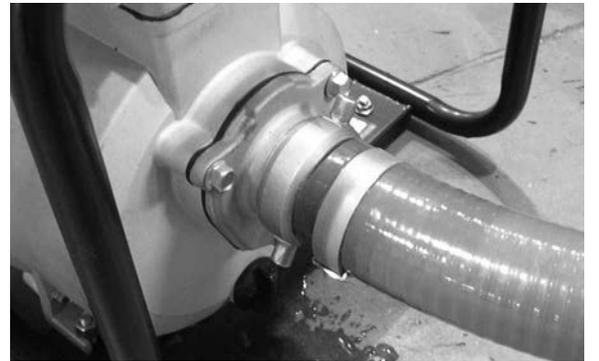

Figure 7
Cette pompe à l'eau ne comprend pas de boyaux, il sera nécessaire de vous procurer 2 boyaux de la longueur requise avec un diamètre de 2". Il est nécessaire d'acheter un boyau renforcé avec ou sans filetage de 2" NPT pour brancher à l'entrée (les boyaux de 2" NPT n'ont pas besoin d'adaptateurs pour boyaux, voir Fig.7), sinon la force d'aspiration effondrera un boyau ordinaire non-renforcé et arrêtera le débit d'eau vers la pompe.
- 1) Si vous avez acheté un boyau renforcé de 2" NPT, vissez-le à l'entrée tel qu'illustré à la Fig.7.
Si cette pompe à l'eau est utilisée pour aspirer de l'eau d'une rivière, il est très important d'assembler et de brancher le panier passoir pour empêcher la succion des cailloux et des algues. Fig.7 illustre le boyau de l'entrée, attachez le panier passoir à l'autre bout du boyau.